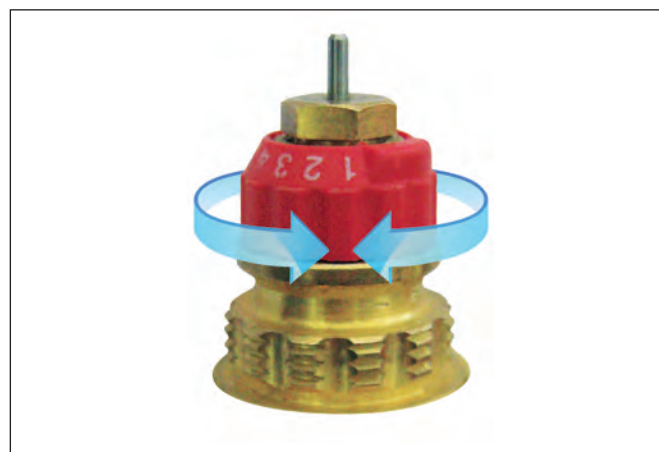

Рис. 18. Монтажная настройка клапана терморегулятора
- повернуть коронку предварительной настройки (могут быть разных цветов: красная, желтая, зеленая и т. д. в зависимости от типа вставки) до совмещения необходимого цифрового индекса на ней с меткой на корпусе клапана (рис. 18). Значение индекса настройки для каждого клапана должно быть отражено в проектной документации;